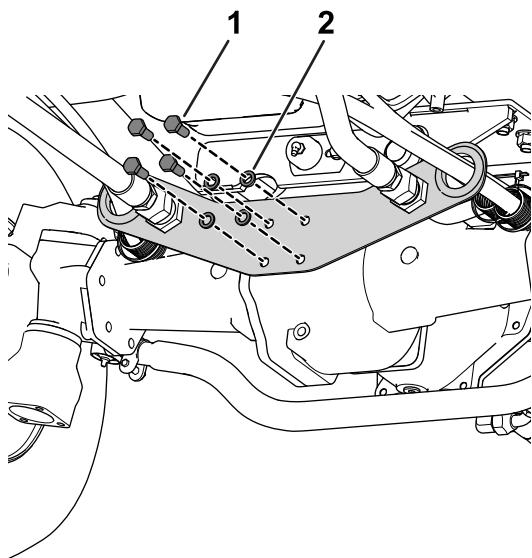

Figura 1
- Rimuovete la bulloneria preesistente (4 bulloni e 4 rondelle) dalla piastra di supporto, come illustrato nella Figura 1.